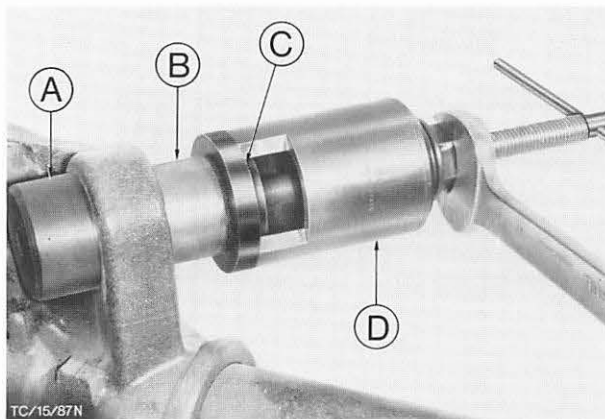

Abb. 41 Büchse einpressen
3. Neue Büchse mit dem gleichen Hauptwerkzeug, jedoch zusätzlich mit Druckring und Zusatzstück (großer Durchmesser) einpressen. Abb. 41.